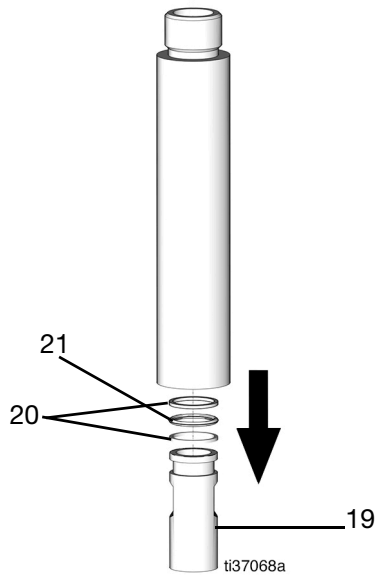

図 41
- 24. ピストンブッシング (19) を取り外します (図 41)。
- 25. ピストンブッシング (19) から 2 つのバックアップリング (20) と O リング (21) を取り外します (図 41)。